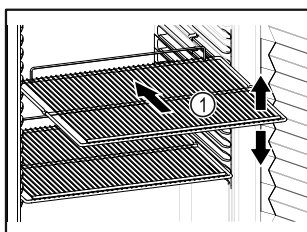

Fig. 59 Primjer izgleda
- ❑ Ako su rešetke za polaganje Fig. 59 (1) pomične, prilagodite ih po visini.